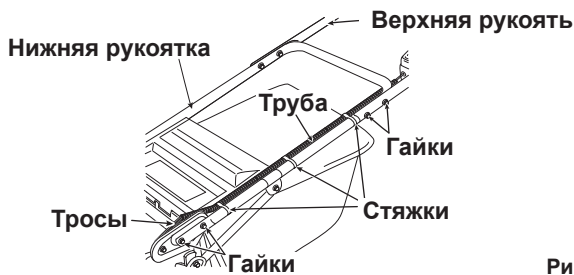

Рис. 1
1. Установите нижнюю рукоятку на машину (4 гайки). См.Рис. 1,2 и 3.